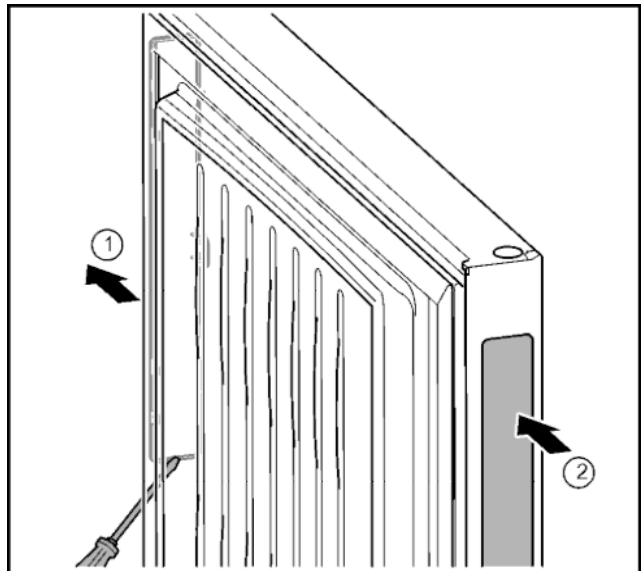

Fig. 33
- ▶ С помощью шлицевой отвертки снять крышку вспомогательного механизма открывания двери с противоположной стороны. Fig. 33 (1)
- ▶ Вставить в образовавшееся отверстие. Fig. 33 (2)